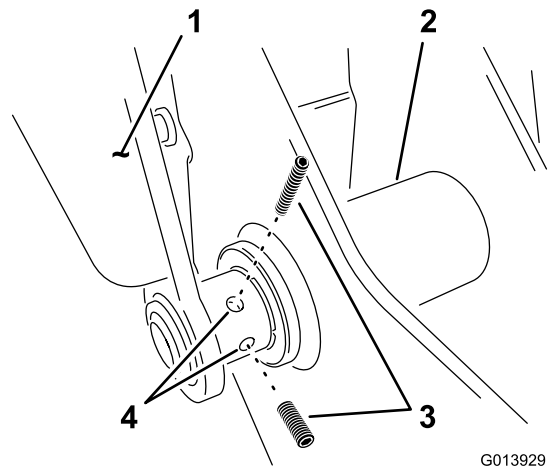

Figura 9
- Instale um parafuso no braço esquerdo no ponto inferior da dobradiça (Figura 9). Não aperte neste momento para permitir o ajuste do sistema da cavidade.